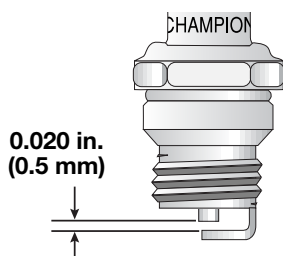

Fig. 28
3. Remplacez toute bougie fendillée, encrassée ou sale. Réglez l'écartement à **0,5 mm (0,020 po)** à l'aide d'une jauge d'épaisseur (Fig. 28).